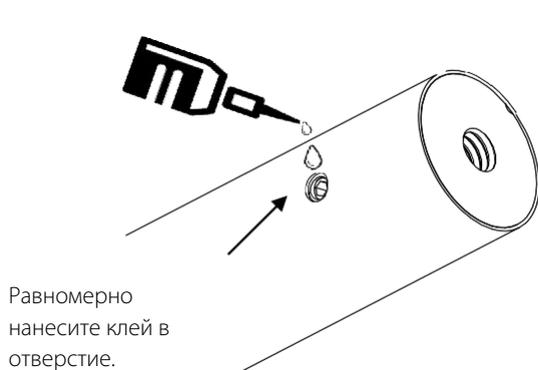

Рис. 2-2
1. Нанесите клей в отверстия планок, а также на один скрытый винт, как показано на рис. 2-2. (Это делается для предотвращения отсоединения винтов из-за вибрации после длительного использования)